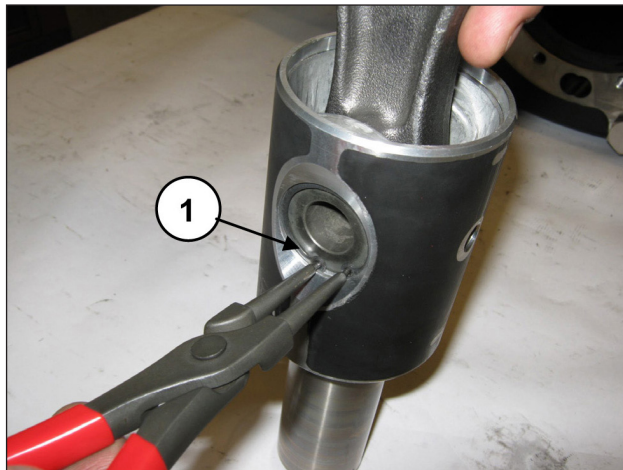

图 39
拆除两个销子锁定开口环 (①, 图 39)。
将连杆插入活塞导承(①，图 41)，接着插入销子(①，图 40)。安装两个肩部开口环（位置①，图 39）。